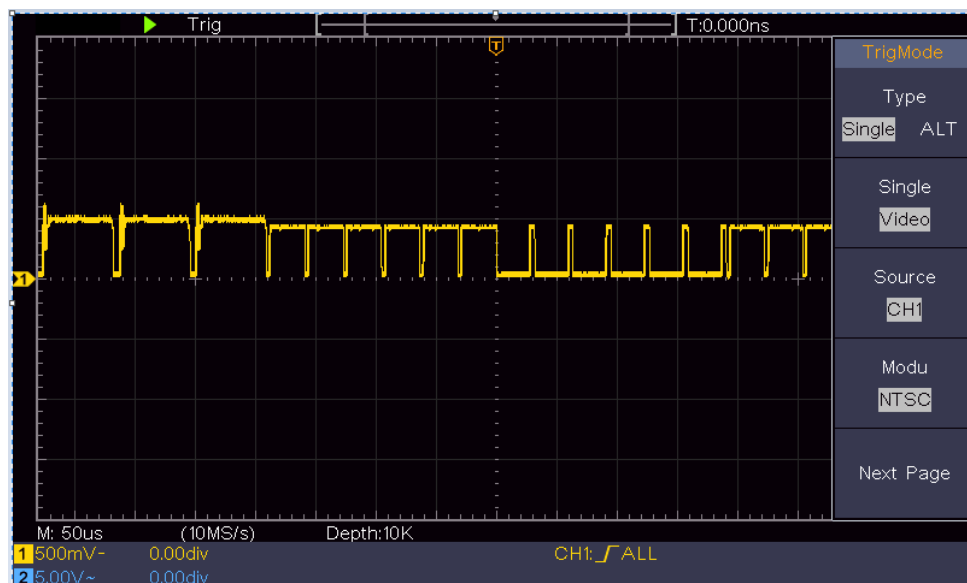

Abbildung 0-7 Vom Video Field Trigger erfasste Wellenform
- (1) Drücken Sie die Taste **Trigger Menu**, um das rechte Menü anzuzeigen.
- (2) Wählen Sie im rechten Menü **Typ** als **einzeln**.
- (3) Wählen Sie im rechten Menü **Einzel** als **Video**.
- (4) Wählen Sie im rechten Menü **Quelle** als **CH1**.
- (5) Wählen Sie im rechten Menü **Modu** als **NTSC, PAL oder SECAM**.
- (6) Drücken Sie im rechten Menü auf **Nächste Seite** und wählen Sie **Synchronisieren** als **Feld**.
- (7) Drehen Sie die Knöpfe **Vertikale Skala**, **Vertikale Position** und **Horizontale Skala**, um eine korrekte Wellenformanzeige zu erhalten (siehe *Abbildung 0-7*).